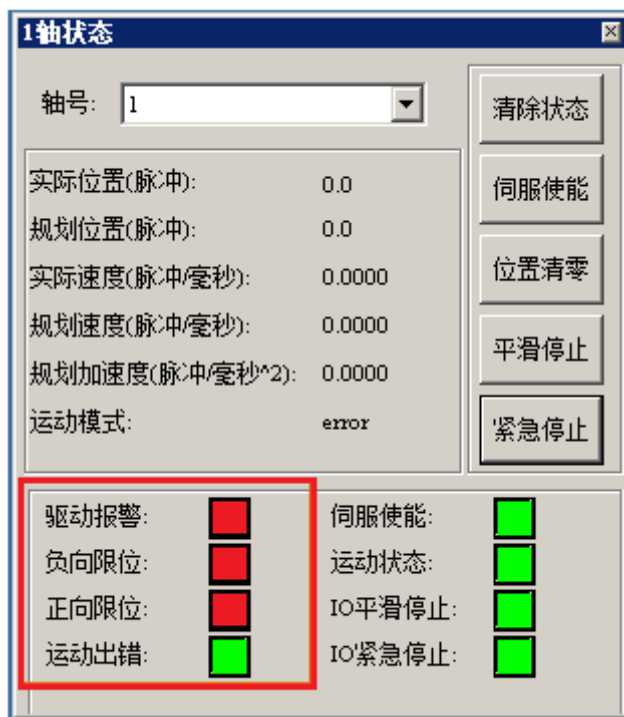
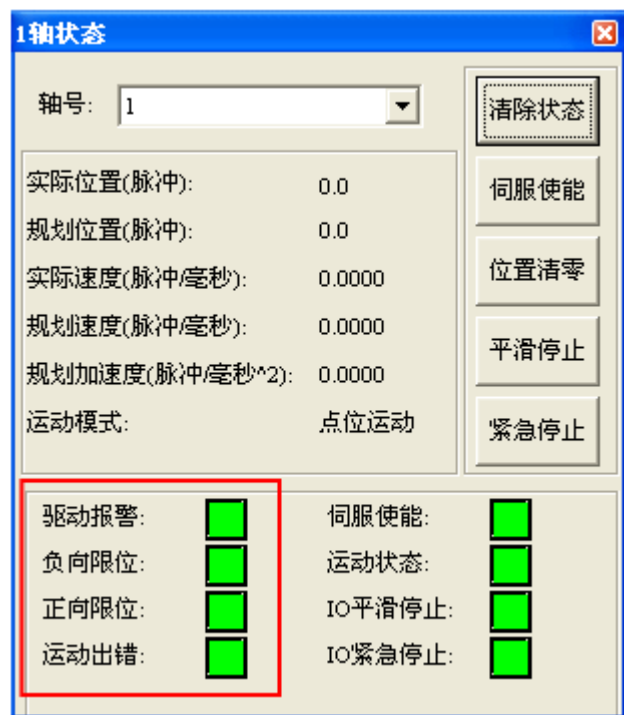

图 4-12 轴状态对话框
图 4-13 轴状态对话框
- (1) 首先，以“4.3.3”设置完“脉冲模式”后，写入控制器状态。然后，点击主界面菜单“视图”->“轴状态”，将会弹出状态显示模块对话框。若控制器刚复位完，轴 1 状态如图 4-12 所示；若将“4.3.3”设置写入了控制器，使报警无效，并点击“伺服使能”，轴 1 状态如图 4-13 所示。
- (2) 图 4-12、图 4-13 轴状态对话框中显示的是当前轴的一些运动参数，从上至下分别为“实际位置”-“规划位置”-“实际速度”-“规划速度”-“规划加速度”。
- (3) 下边的框中状态标志以对应图标的颜色表示不同的状态，绿色代表该标志位没有触发，红色代表该标志位已经触发。